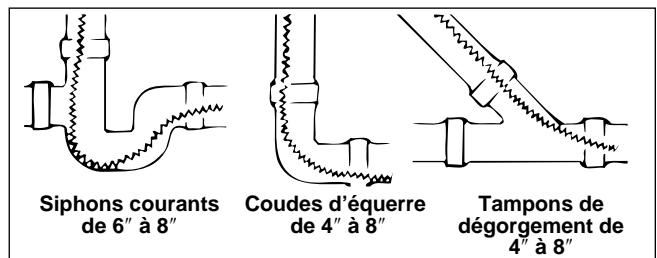

Figure 3 – Application des câbles standards
**Câble renforcé** – Lorsque les conditions le permettent, l'utilisation d'un câble renforcé de 1 1/4" assurera un curage plus rapide et la longévité accrue du câble. Les câbles renforcés sont efficaces assurent une plus grande efficacité de curage dans les canalisations rectilignes de 4" à 8" de diamètre. (Figure 3)